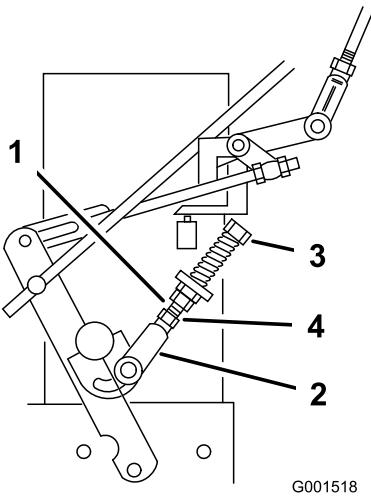

Figure 36
9. Si la roue tourne quand le levier de déplacement est maintenu au point mort, il faut régler les timoneries de commande du point mort (Figure 36). Si la roue s'arrête, passez à l'étape 12.
10. Desserrez l'écrou contre la chape de timonerie de commande de point mort (Figure 36).
11. Ajustez la timonerie de commande du point mort jusqu'à ce que la roue motrice correspondante s'arrête quand le levier de commande est tiré contre le ressort de point mort (position point mort) (Figure 36).
12. Tournez le boulon de réglage de 1/4 de tour approximativement dans le sens horaire si la roue tourne en arrière, ou de 1/4 de tour approximativement dans le sens anti-horaire si la roue tourne en avant (Figure 36).